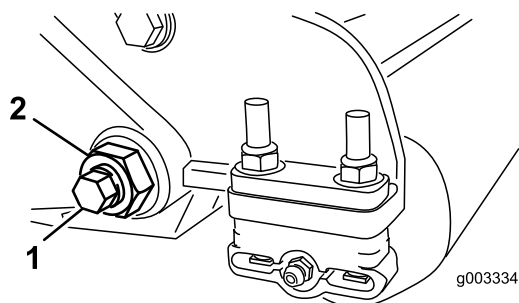
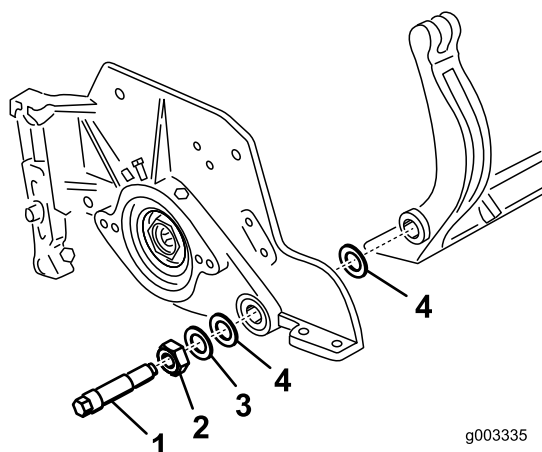

Figura 35
Figura 36
3. En cada lado de la máquina, afloje la contratuerca que fija el perno de la barra de asiento (Figura 35).
4. Retire cada perno de la barra de asiento, para poder tirar de la barra hacia abajo y retirarla de la máquina (Figura 35). Guarde las 2 arandelas de nylon y la arandela de acero troquelado de cada extremo de la barra de asiento (Figura 36).
Nota: Debe colocarse una arandela de nylon en cada lado del saliente de la chapa lateral. Coloque una arandela de acero por fuera de cada arandela de nylon (Figura 36).